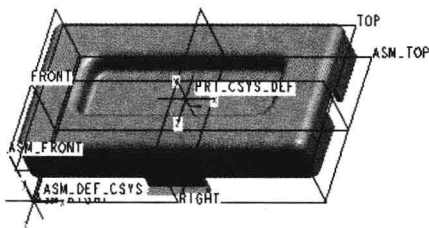

图 1-4 参照模型
(3) 单击绘图区域右侧“工程特征”工具栏上的“装配”按钮，系统弹出“打开”对话框，选择“junctionbox.prt”零件模型，单击“打开”按钮，系统将参照模型显示在绘图区，如图 1-4 所示。